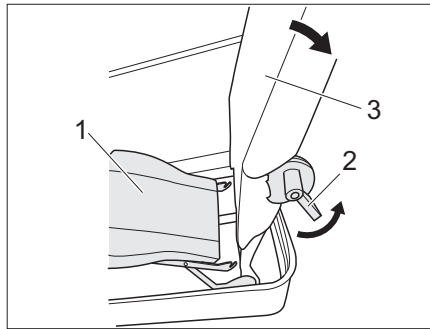
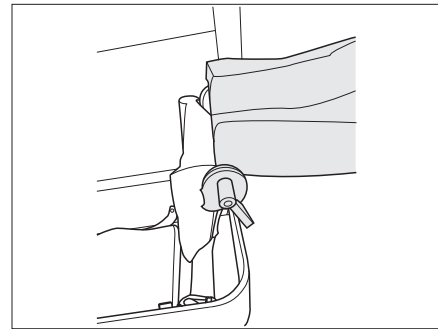

Bild 225 Sitzfläche aushängen
Bild 226 Sitzlehne um 90° nach hinten gedreht
- Sitzfläche (Bild 225,1) aushängen und nach unten bewegen.
- Hebel 1 (Bild 225,2) betätigen und Sitzlehne (Bild 225,3) um 90° nach hinten drehen (Bild 226).